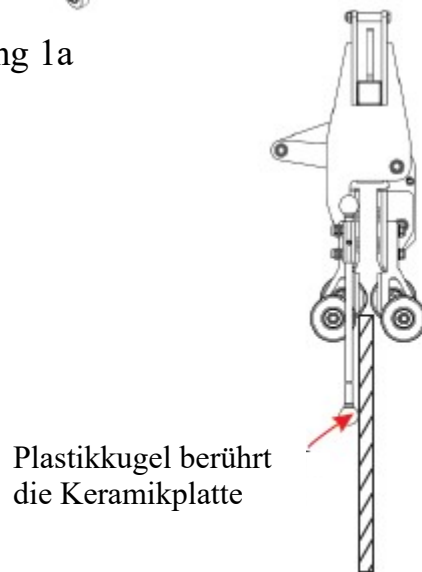

Abbildung 1c
- führen Sie den Plattengreifer solange an die Keramikplatte heran, bis die Plastikkugeln der Schaftführungen das Keramik leicht berühren (Abbildung 1c).